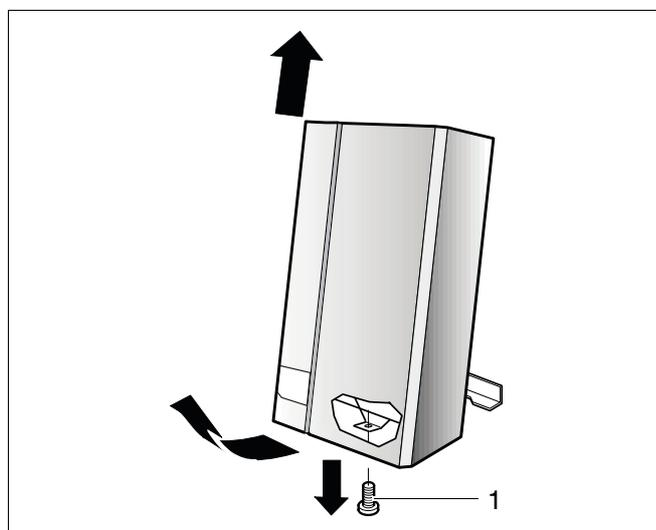

Fig. 31 Togliere il rivestimento
- Allentare la vite di fissaggio (fig. 31, pos. 1) e togliere il rivestimento.
- Allentare la vite di fissaggio e togliere il rivestimento (fig. 31).